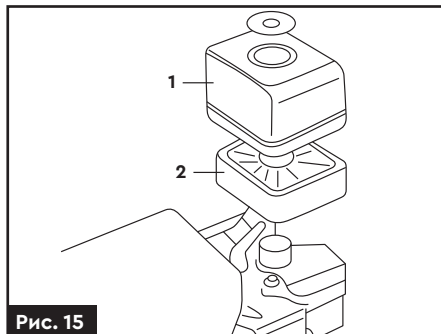

Рис. 15
- Зніміть кришку повітряного фільтра (1) і повітряний фільтр (2) (рис. 15).
- Очистіть повітряний фільтр (2) будь-яким м'яким засобом, який не містить у своєму складі займистих компонентів.
- Просушіть повітряний фільтр (2) (рис. 15).
- Змочить повітряний фільтр (2) (рис. 15) моторною оливою і видаліть надлишки оливи.
- Вставте повітряний фільтр (2) (рис. 15) і кришку повітряного фільтра (1) (рис. 15) на місце.